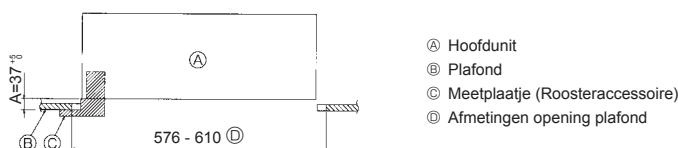

Fig. 4-6
3. Als u het apparaat niet exact tegen het gat in het plafond kunt ophangen, dan kunt u het verschuiven door middel van een gat in de ophangplaat. (Fig. 4-6)